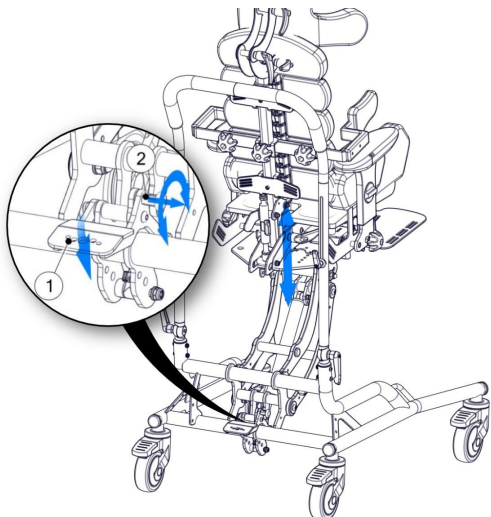

рис. 6
Чтобы разблокировать функцию регулировки, вытащите рукоятку затвора (2) и поверните его примерно на 90 °; это навсегда разблокирует подъемный механизм. После установки высоты платформы необходимо защитить механизм от случайного использования, снова повернув рукоятку затвора (2), чтобы механизм блокировки снова включился. (рис. 6)